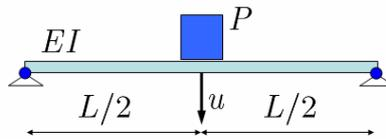

Figure 1a : Vibrations de poutres sans masse avec surcharge.
I. Ecrire les équations du mouvement (vibrations libres) du système représenté sur la Figure 1a. En supposant la poutre sans masse, le système présente un seul degré de liberté défini par la déflexion u sous le poids P . La rigidité de flexion de la poutre est EI et sa longueur L .